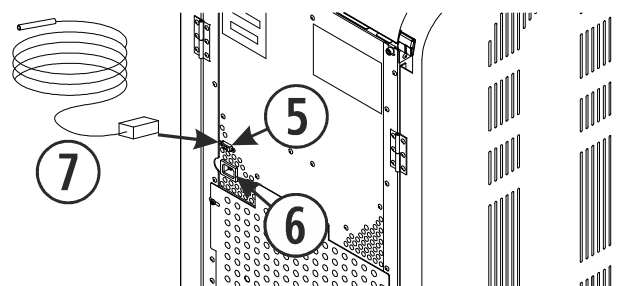

Figura 8
Il termostato di ambiente (⑦) e il cavo di alimentazione si connettono nella parte posteriore della stufa come indicato nella *figura 8*. Saprà che la stufa lo riconosce perché vedremo riflessa la temperatura ambiente nel pannello dei comandi. Se colleghiamo un termostato o contatto invece di visualizzare la temperatura ambiente segnerà (·) indicando che c'è qualcosa collegato alla porta di comunicazione.